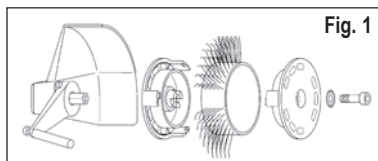
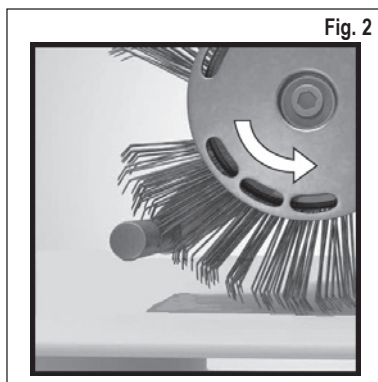

Fig. 1
Fig. 2
3. Interrompere l'alimentazione dell'aria compressa e poi fissare all'utensile il nastro **MBX® Bristle Blaster®** da 23 mm o da 11 mm in modo appropriato con il rispettivo sistema di supporto (fare attenzione al senso di rotazione) e la prevista vite e rosetta elastica dentata a ventaglio. Vd. Fig. 1 e Fig. 2
- State utilizzando un nastro **MBX**® nel senso di rotazione errato? – Orientate il nastro spazzole in modo tale che scorra nella direzione prevista (vd. Cap. 7, Messa in funzione, Fig. 2).